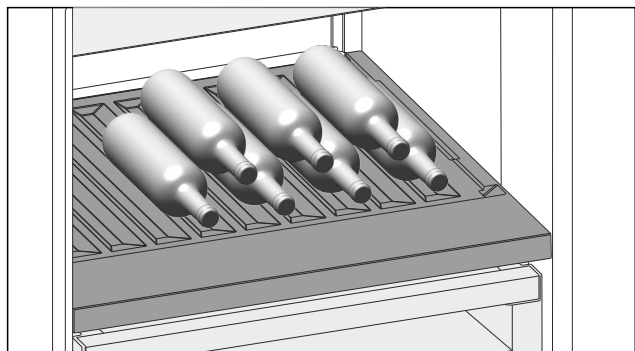

Fig. 152 例图
- ▶ 将瓶底向后对着后壁放入瓶子。(参见 Fig. 152)